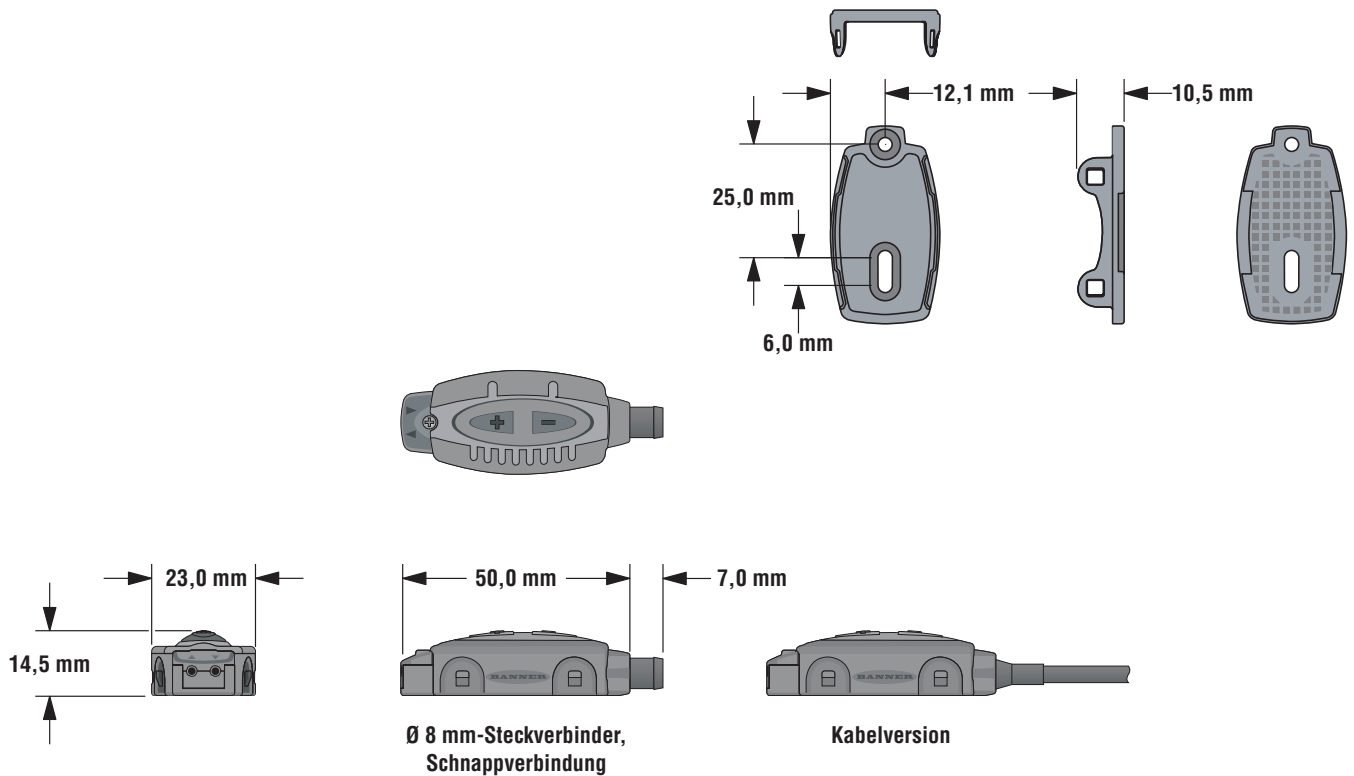

Abb. 6. Befestigung der Lichtwellenleiter in den Anschlussöffnungen des FI22FP
- 1) Lösen Sie die Stellschraube mit einem kleinen Kreuzschraubenzieher, wie in Abb. 6 gezeigt.